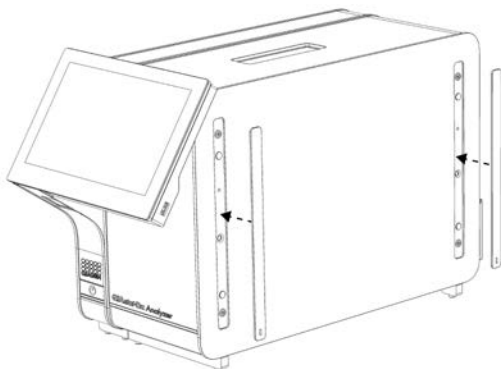

Рис. 7. Повторное прикрепление защитных накладок.
4. Снова прикрепите защитные наклейки к боковой стороне аналитического модуля (рис. 7, следующая страница).